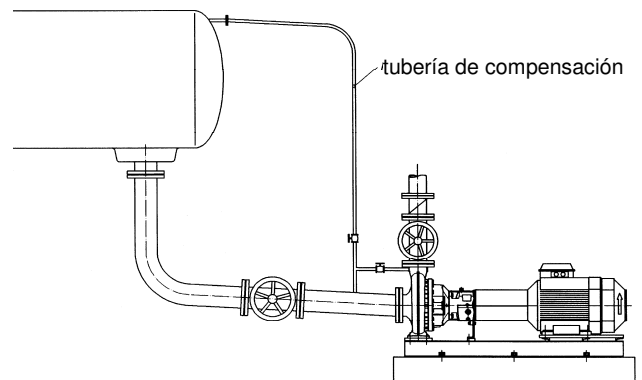

fig.3
- Una tubería adicional descargada (derivación de descarga-línea de ventilación) facilita la eliminación de aire de la bomba antes de su puesta en marcha (fig. 3).